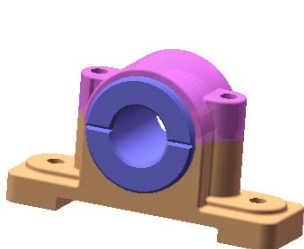
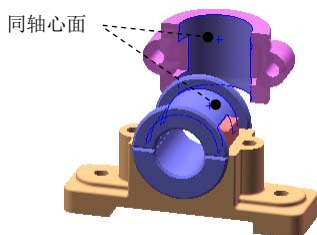
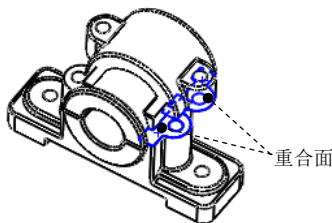
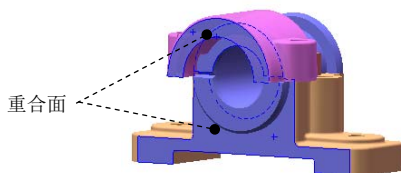

图 4.12.13 添加上基座
图 4.12.14 选取同轴心面
图 4.12.15 选取重合面 1
图 4.12.16 选取重合面 2
Step7. 添加图 4.12.13 所示的上基座并定位。选择下拉菜单 **插入(I)** **零部件(P)** **现有零件/装配体(E)** 命令，系统弹出“插入零部件”窗口，单击“插入零部件”窗口中的 **浏览(B)...** 按钮，在弹出的“打开”对话框中选取 top_cover.SLDPRT，单击 **打开(O)** 按钮，将零件放置于图 4.12.14 所示的位置；选择下拉菜单 **插入(I)** **配合(M)** 命令，系统弹出“配合”窗口，单击 **标准配合(A)** 窗口中的 按钮，选取图 4.12.14 所示的两个面为同轴心面，单击快捷工具条中的 按钮；单击 **标准配合(A)** 窗口中的 按钮，选取图 4.12.15 所示的两个面为重合面 1，单击快捷工具条中的 按钮；操作方法参照上一步，重合面 2 如图 4.12.16 所示；单击“配合”窗口的 按钮，完成零件的定位。